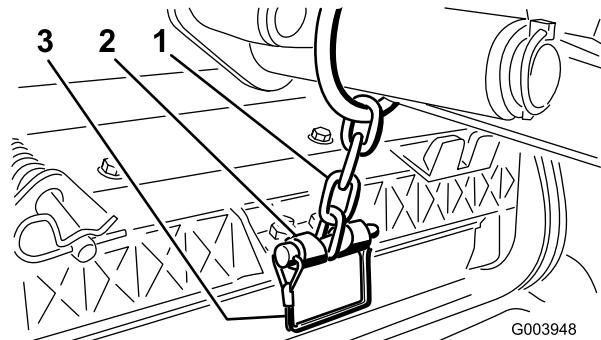

図 9
12. スナッパピンを使って、昇降アームのチェーンを昇降アームに固定する（図 9）。カッティングユニットのオペレーターズマニュアルに従って、決められたリンクを使用すること。